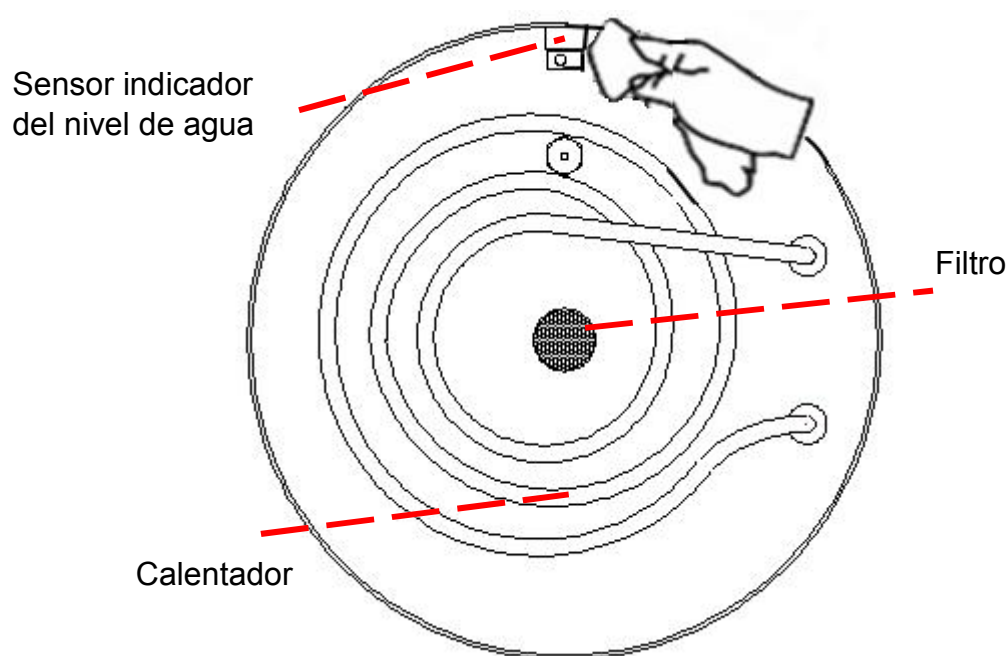

Figura 34
- Use el limpiador no corrosivo y escobilla de cerdas duras o una esponja para limpiar el sensor de nivel de agua que se encuentra en el fondo de la cámara según se indica en la Figura 34.
- Limpie y quite la suciedad del filtro que se encuentra en el fondo de la cámara según se indica en la Figura 34.